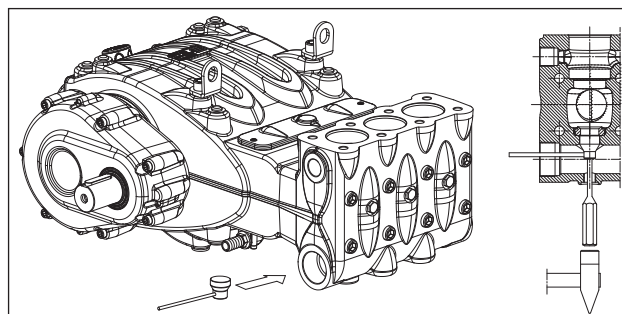

Рис. 104
Если блок всасывающего клапана вынимается с трудом (например, из-за накаливания, вызванного длительным простоем насоса), используйте съемник арт. 27516200 (поз. ①, Рис. 104) и действуйте согласно указаниям.